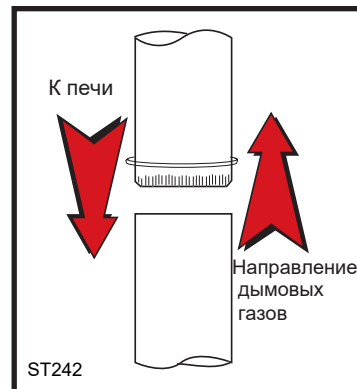

Рис. 5 Соединение дымохода
- Начните сборку от ворота дымохода печи. Вставьте первый обжатый конец в ворот дымохода, продолжая так, чтобы обжатый конец каждой трубы указывал в сторону печи (рис. 5). Ориентируясь по отверстиям ворота дымохода, просверлите 3мм отверстия внизу первой секции соединительной трубы и прикрепите ее к вороту дымохода тремя винтами для листового металла #10x1/2". Снимите варочную поверхность и накройте поверхность между ее отверстием и воротом дымохода для защиты во время сверления.
- Закрепите соединения труб дымохода, включая телескопические, с помощью не менее трех (3) винтов для листового металла. Просверленные ранее отверстия в верху каждой соединительной секции дымохода служат ориентирами, когда вы